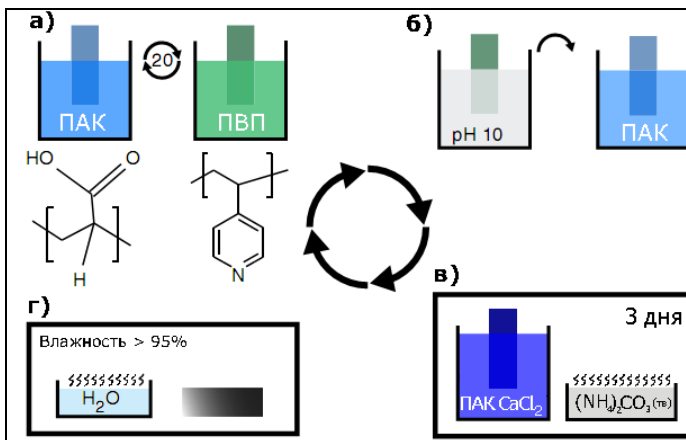

Рис.2 Синтез материала **Y**.
Иногда для воссоздания не только микроструктуры, но и требуемых свойств природного материала приходится пошагово воспроизводить весь путь его создания. Одна из таких методик синтеза искусственного материала **Y** в упрощенном виде приведена на рис. 2. Внешний вид полученного продукта **Y** и сравнение его микроструктуры с природным прототипом **X** приведены на рис. 1.
5. Можно ли получить материал **Y**, если на стадии «в» (рис.2) к реакционному раствору прилить раствор карбоната аммония? Поясните. (1,5 балла)
5. На стадии «в» (рис. 2 условия) для получения аморфного карбоната кальция, стабилизированного ПАК в гидратированной форме, необходимо медленное поступление карбонат-анионов в реакционный раствор, что достигается постепенным растворением аммиака и углекислого газа, образующихся при разложении твердого карбоната аммония. В свою очередь, аморфный карбонат кальция необходим, чтобы на стадии кристаллизации получить тонкие монолитные пластинки.